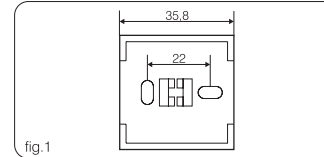

fig.1
- a mur avec support en plastique (fig.1) et calotte couvre bornes en dotation